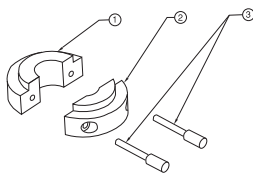

Figura 3
- Montare le due sezioni del morsetto per un braccio per fleboclisi (elementi 1 e 2 nella Figura 3) attorno al braccio.